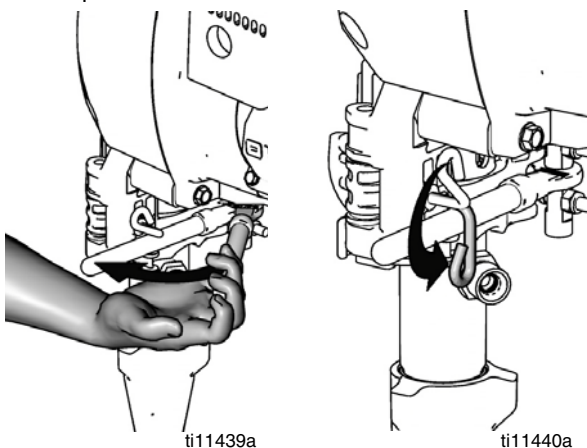

FIG. 23
6. FIG. 23. Apriete el pestillo y gire el cierre hasta la posición de bloqueo.